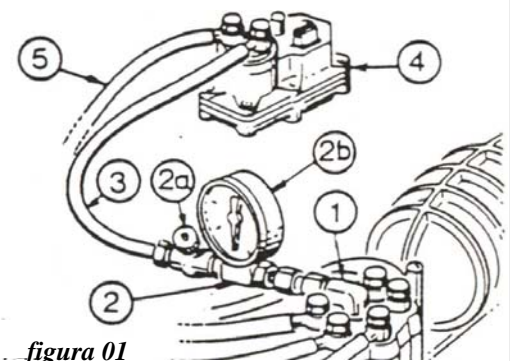

figura 01
Completa las siguiente tabla indicando el nombre de los elementos que aparecen en la figura 01:
- realiza el cableado de la figura 01 sobre el motor térmico.